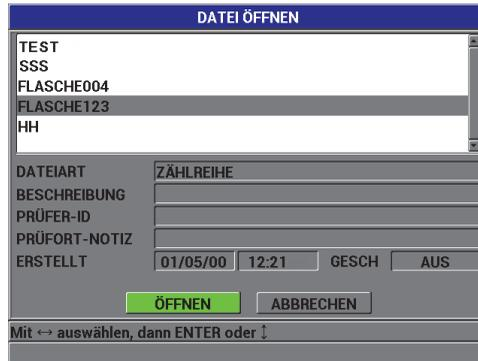

Abbildung 7-9 Fenster DATEI ÖFFNEN
2. Wählen Sie im Fenster **DATEI ÖFFNEN** (siehe Abbildung 7-9 auf Seite 138), die zu öffnende Datei und bestätigen Sie mit der Taste **[ENTER]**.